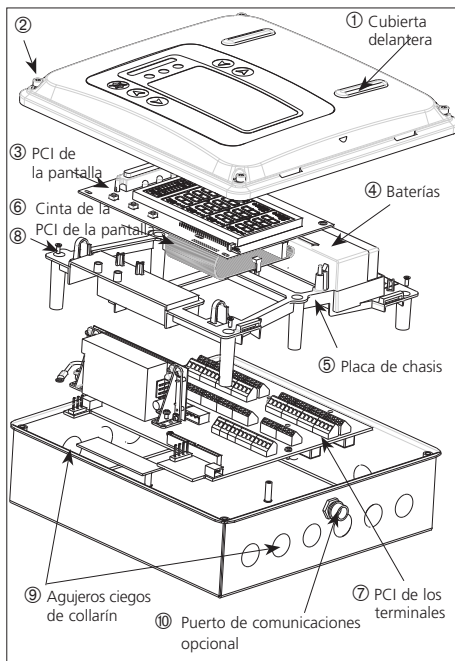

Figura 2.1 Vista despiezada del Gasmaster
La figura 2.1 presenta la disposición interna de un sistema Gasmaster. La cubierta delantera ① se desprende extrayendo los cuatro tornillos ② y desconectando con cuidado el conector bipolar del receptor acústico de la placa de circuitos impresos (PCI) de la pantalla ③. Seguidamente, la cubierta delantera debe depositarse en un lugar seguro. Una vez desprendida la cubierta delantera, puede accederse a la placa de chasis ⑤, que contiene la PCI de la pantalla ③ y las baterías ④. Debajo de la placa de chasis se encuentra la PCI de los terminales ⑦, que contiene todos los terminales de entrada, salida y alimentación. La PCI de la pantalla ③ se conecta a la PCI de los terminales ⑦ mediante un conector de cinta de 50 vías y va articulada por su lado izquierdo a fin de poder desplazarla para acceder a los terminales de entrada del detector. Aunque puede accederse a casi todos los terminales tras extraer la PCI de la pantalla y las baterías ④, en caso necesario puede retirarse la placa de chasis para mejorar el acceso a los terminales, desenchufando con cuidado de la PCI de los terminales el conector de cinta de la PCI de la pantalla y desensroscando
desprenda primero la cubierta delantera desenroscando las fijaciones rotuladas ② en la figura 2.1. Con cuidado, retire de la PCI de la pantalla el conector del receptor acústico. La cubierta debe depositarse en un lugar seguro. Se recomienda situar a mano el Gasmaster en la ubicación deseada y marcar con un lápiz las posiciones de los orificios de montaje.